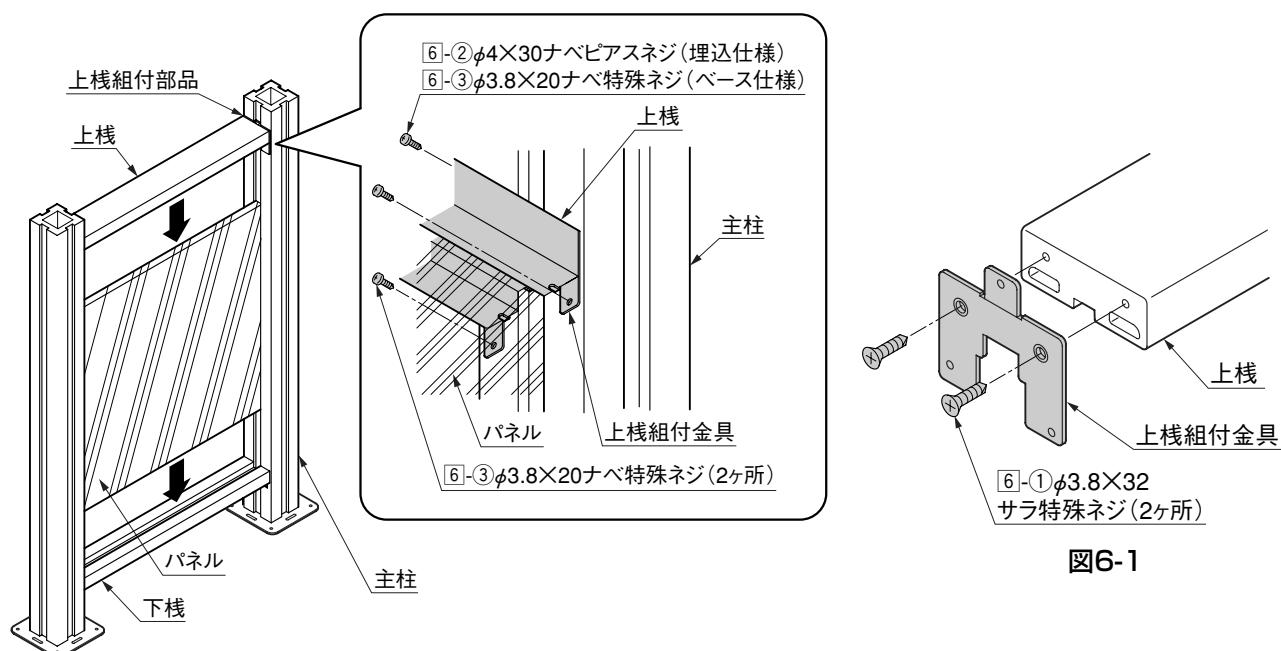

図6-1
- ① 上桿に上桿組付金具を6-1で固定してください。(図6-1参照)
- ② 柱と下桿の溝にパネルを挿入した後、上桿の溝をパネルに合わせて組付位置を決めてください。
- ③ ベース柱の場合、片側3ヶ所のネジ位置すべてにφ2.5の下孔をあけ、6-3で固定してください。
- ④ 埋込柱の場合は、柱溝部のネジ位置のみφ4.5の下孔をあけ、6-2で固定してください。他はベース柱と同様です。